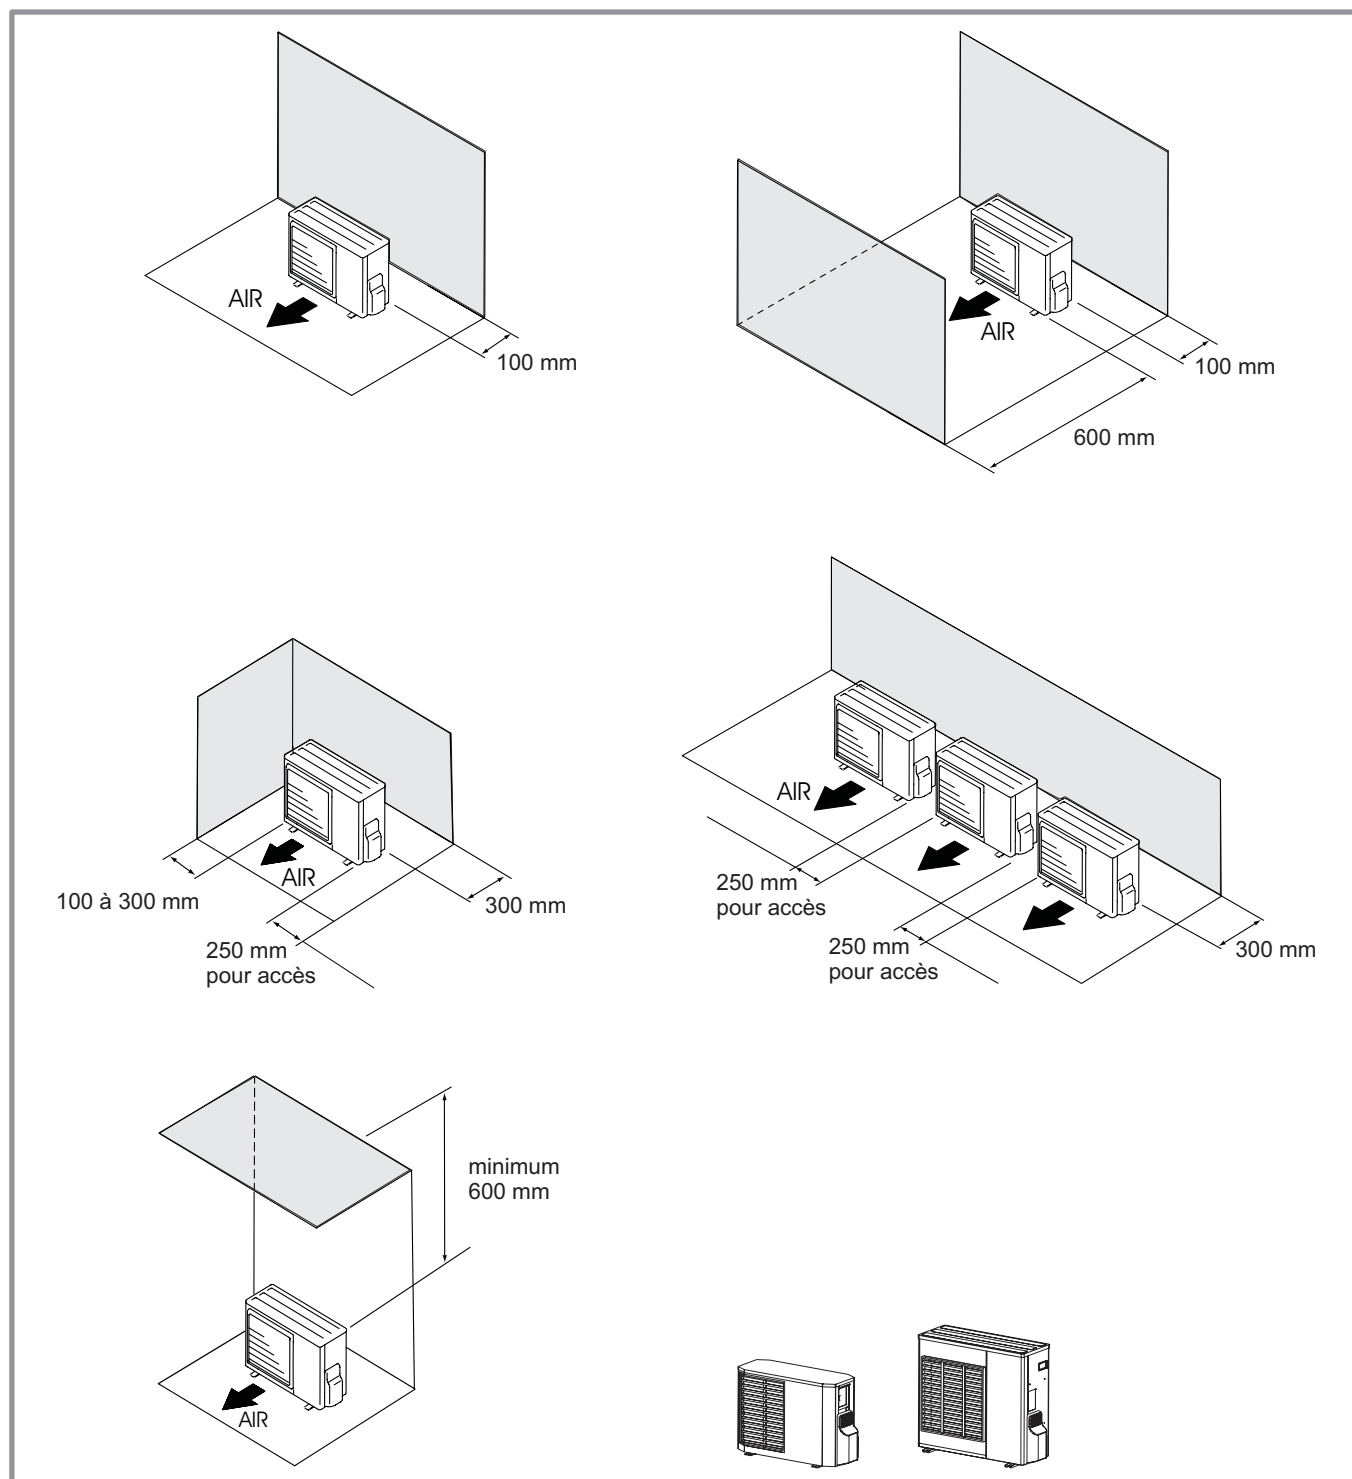

figure 11 - Dégagements minimum d'installation autour de l'unité extérieure (tous modèles)
☞ **L'unité extérieure doit exclusivement être installée à l'extérieur (dehors). Si un abri est requis, il doit comporter de larges ouvertures sur les 4 faces et respecter les dégagements d'installation (figure 11).**
- L'appareil doit être parfaitement accessible pour les travaux d'installation et de maintenance ultérieurs (figure 11).
- Aucun obstacle ne doit entraver la circulation de l'air à travers l'évaporateur et en sortie du ventilateur (figure 11).